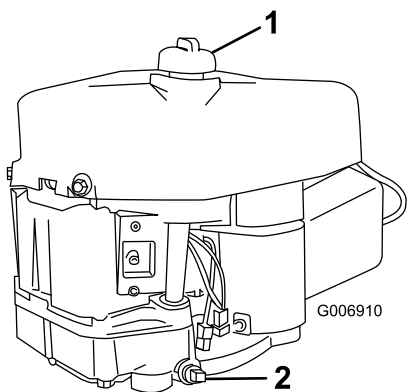

Figure 17
6. Nettoyez la surface autour de la jauge d'huile (Figure 17) pour éviter que des impuretés ne s'introduisent dans le goulot de remplissage, ce qui risquerait d'endommager le moteur.
- Placez un bac de vidange sous le bouchon de vidange et retirez ce dernier (Figure 17).
- Versez lentement environ 80 % de la quantité d'huile spécifiée dans le trou de remplissage (Figure 17). Vérifiez le niveau d'huile (voir 4 et 5 dans Contrôle du niveau d'huile).
6. Versez lentement environ 80 % de la quantité d'huile spécifiée dans l'orifice de remplissage (Figure 17). Vérifiez le niveau d'huile (voir 7 et 8 dans Contrôle du niveau d'huile).